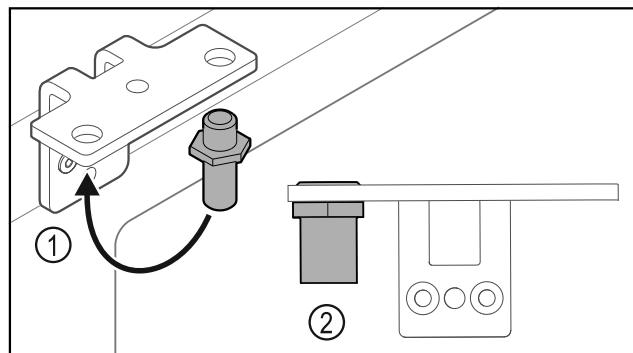

Fig. 34
- ▶ Перемістити палець Fig. 34 (1) у шарнірному кутику.
- ▶ Затягнути палець Fig. 34 (2) з **обертальним моментом 12 Нм.**